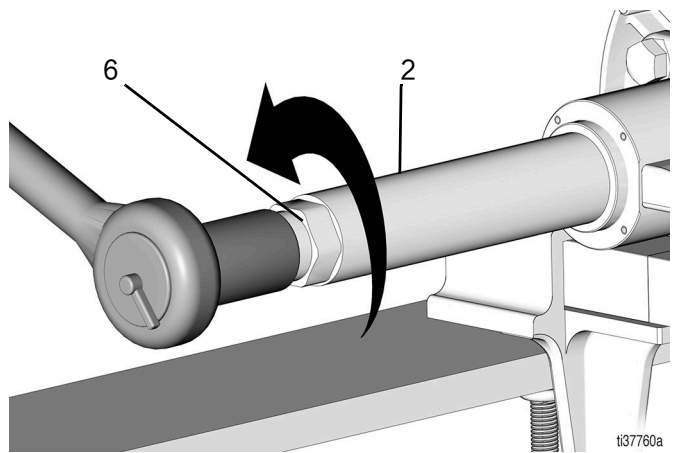

图 10
12. 使用 1-7/16 英寸的套筒，松开密封固定器 (6)，但将其手动拧紧到泵气缸 (2) 上 (图 10)。